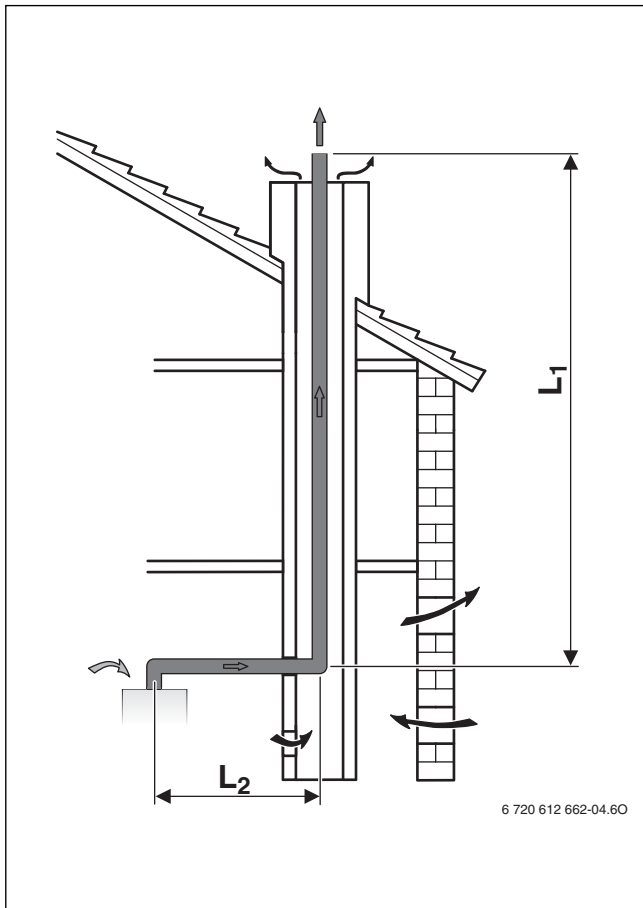

Fig. 8 Sistema di aspirazione/scarico tramite cavedio B₂₃
- Quando il condotto aspirazione/scarico è in un cavedio retroventilato (→ figure 8, 9, 10, 11 e 13) non è necessario eseguire alcuna pulizia.